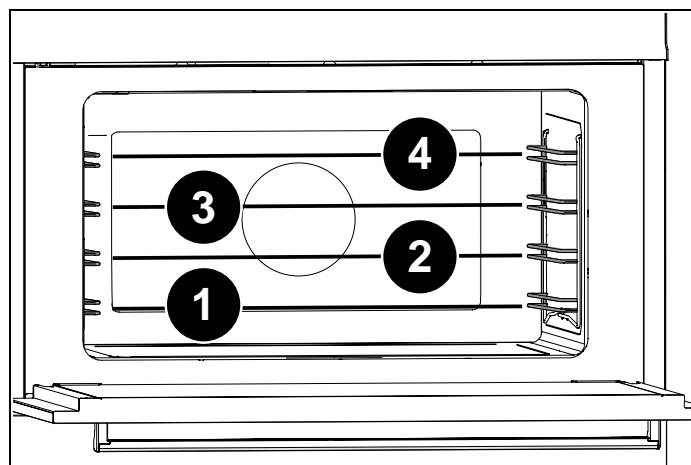

Fig. 28
- 4) Posizionare il portaspiedo sulle griglie laterali al livello 2 (Fig. 28). Inserire la pietanza sullo spiedo e infilare il tutto nel forno, facendo entrare la punta dello spiedo nell'alberino che sporge nel posteriore del forno.